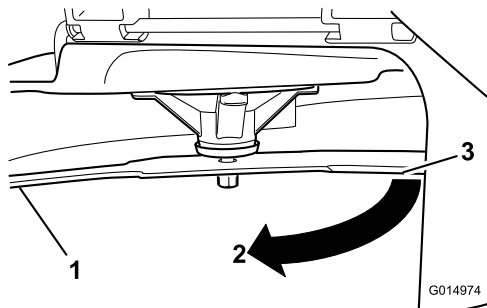

Figura 62
3. Segunda distância medida entre a lâmina e a superfície (B)
4. Rode a mesma lâmina 180 graus para que a extremidade de corte oposta fique na mesma posição (**Figura 62**).